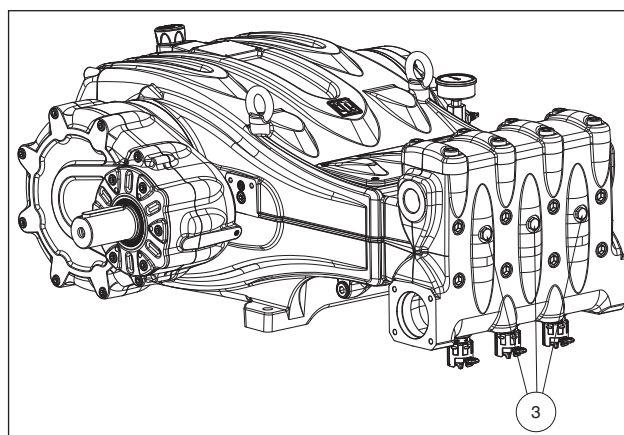

Рис. 11
При возникновении проблем с заполнением насоса по причине его недостаточного питания можно попробовать снять три передних пробки на торце (за исключением версий MXXR40 - MXSR40), как указано в поз. ③ Рис. 11.